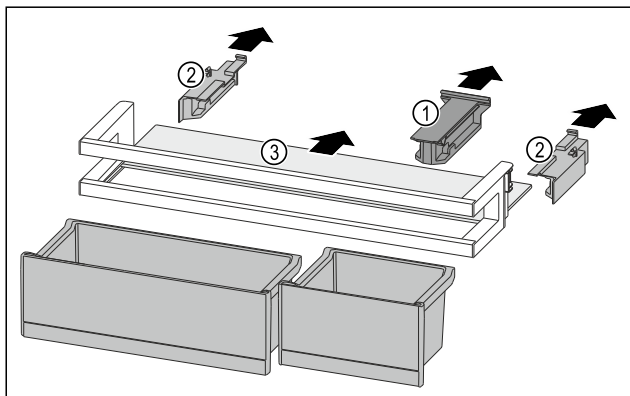

Fig. 230
- Snemite držalni del Fig. 230 (1).
- Snemite stranski del Fig. 230 (2).
- Odstranite polico za odlaganje Fig. 230 (3).